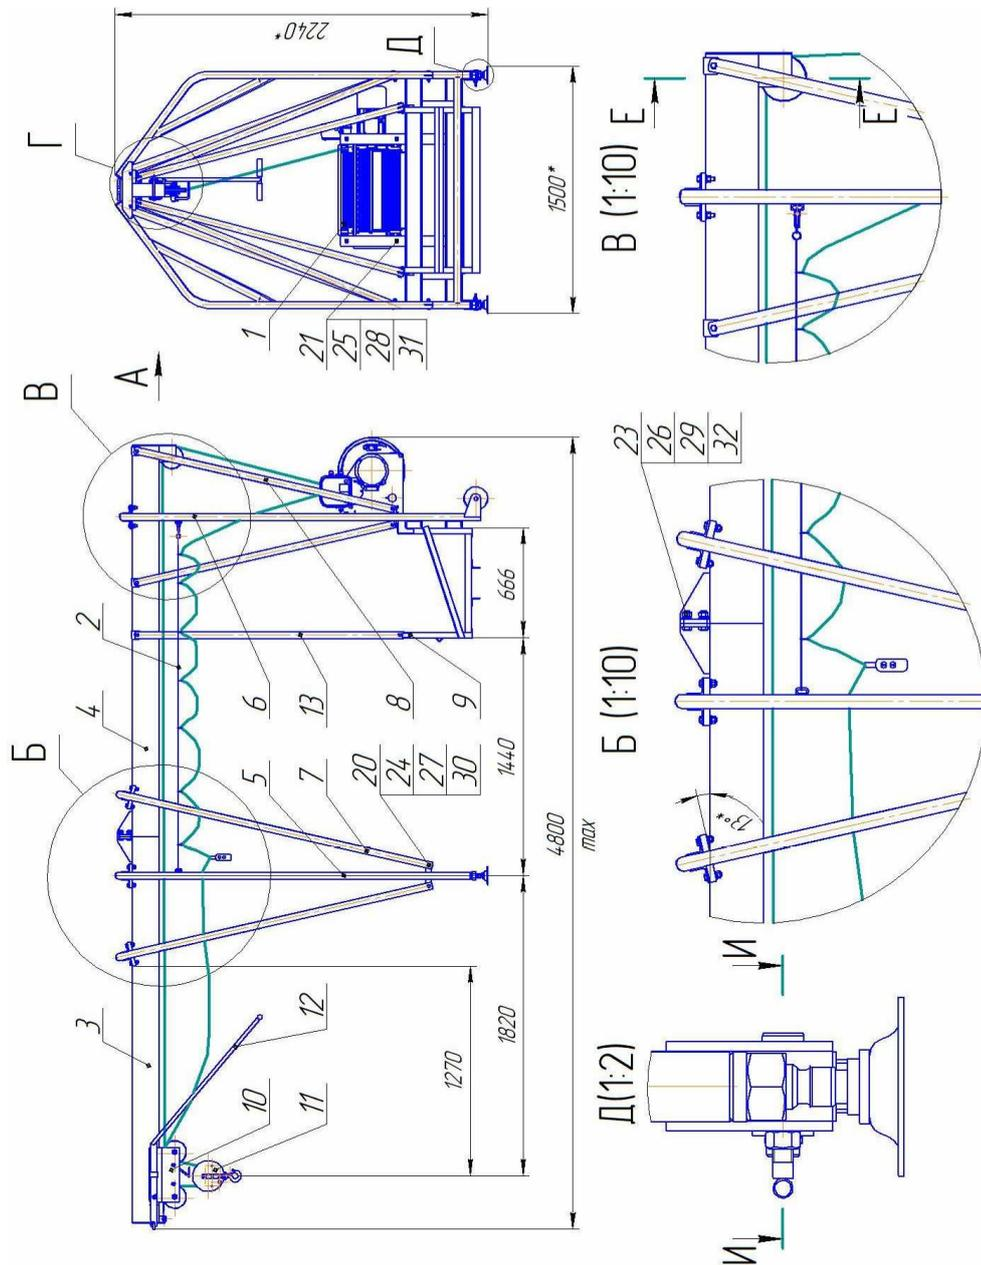

Рис. 1
4.1.1. Подъемник (см. рис. 1) состоит из следующих основных узлов и деталей: кошки 10 с подвеской 11, балок 3 и 4, стойки передней 5, стойки задней 6, стяжек 7, 8 и 13, лебедки электрической 1. Металлоконструкции подъемника крепятся между собой стандартными крепежными изделиями, сборочными единицами и деталями, входящими в комплектацию подъемника.
5.1.3. Порядок сборки подъемника (см. рис. 1):
2) Застопорить колеса задней стойки при помощи винтов 3 (см. рис.1, И–И), закрутив последние до упора усилием руки.